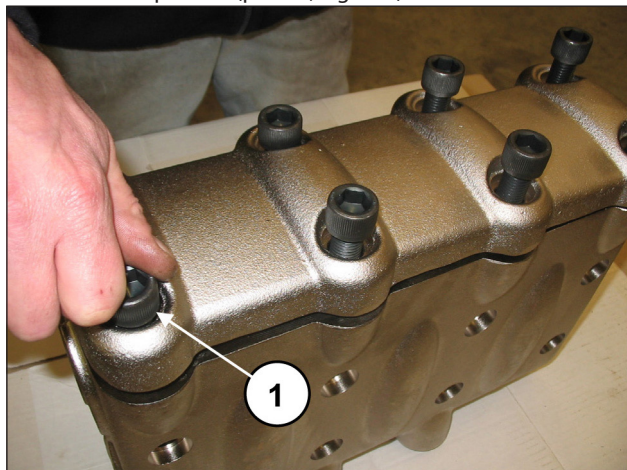
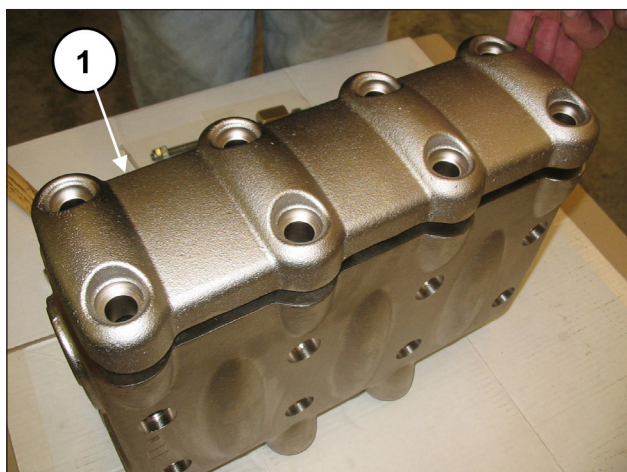

Fig. 99
Fig. 100
Svitare le 8 viti M16x55 del coperchio valvole (pos. ①, Fig. 99) e rimuovere il coperchio (pos. ①, Fig. 100).